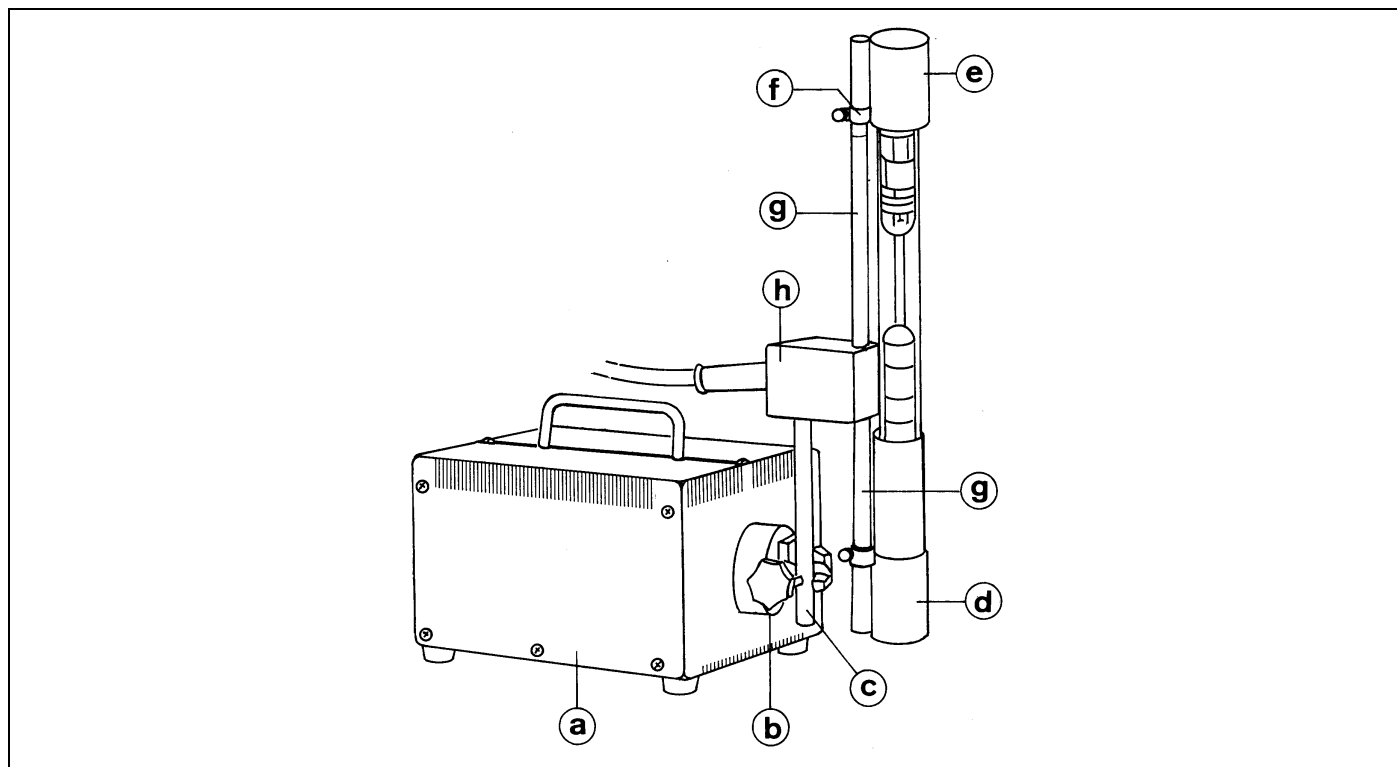

Fig. 3
Le câble haute tension conduit au dos du boîtier se termine à une boîte de distribution ② (voir fig. 3). Les tubes ③ fixés à la boîte de distribution ont deux fonctions à assurer:
El cable de alta tensión saliente por la parte posterior de la carcasa termina en una caja de distribución ② (ver Fig. 3). Los tubos ③ fijados en la caja de distribución tienen dos funciones:
3.1 Montage de la lampe de Balmer (voir fig. 3)
3.1 Montaje de la lámpara de Balmer (ver Fig. 3)